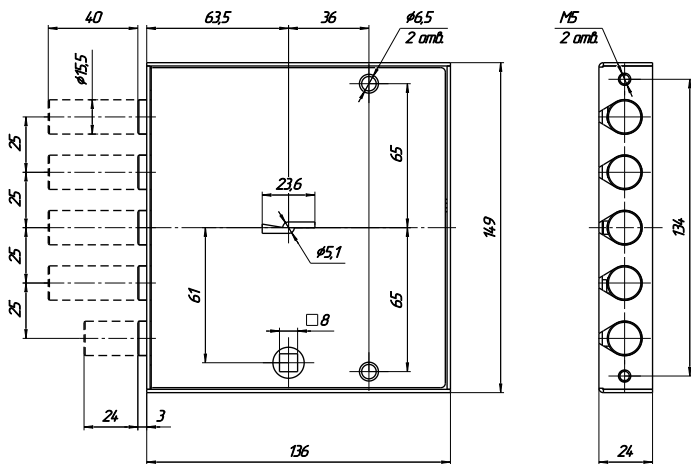

Рис.2
5.1. Произвести разметку и выполнить на полотне двери отверстия под пальцы засова и задвижку, отверстие для ключа, с внутренней стороны двери – отверстие для поводка привода задвижки, а в дверной коробке – отверстия для пальцев засова и задвижки (см. рис.2).